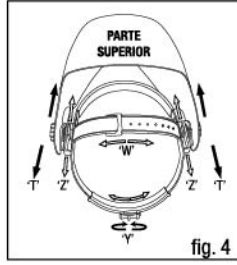

fig. 4
La circunferencia total de la máscara puede ampliarse o reducirse girando la perilla situada en la parte trasera. (Véase el ajuste "Y" de la fig.4). Esto se puede hacer con el casco puesto para ajustar la tensión adecuada de manera que el casco se mantenga firme en la cabeza sin que esté demasiado apretado.
Si la máscara está demasiado alta o demasiado baja, ajuste la correa que pasa por encima de la cabeza. Para ello, suelte el extremo de la banda sacando el pasador de bloqueo de su orificio. Ajuste las dos partes de la banda a un ancho mayor o menor según sea necesario y file el pasador en el orificio más cercano. (Véase el ajuste "W" de la fig.4).
Paso 1: Afloje la tuerca de bloqueo (véase "T" en la fig. 4) para ajustar la distancia entre el casco y la cara en posición baja.